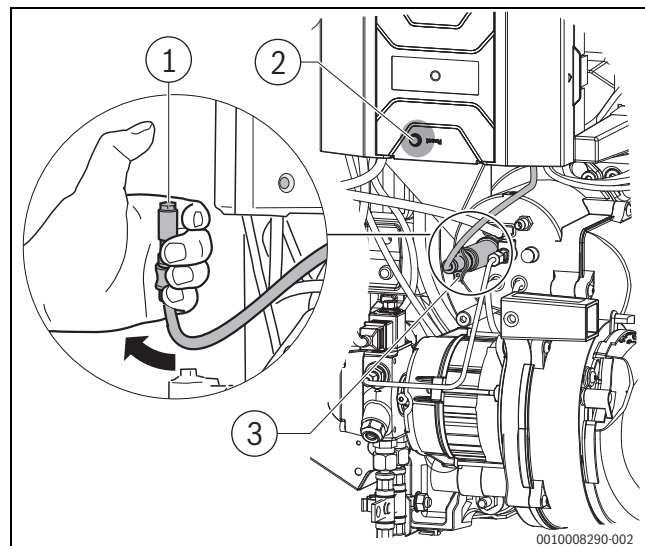

Bild 47 Flammenfühler auf Funktion prüfen
- Flammenfühler bei laufendem Brenner am vorgesehenen Griff aus der Halterung ziehen (→Bild 47, [3])
- Flammenfühler mit Daumen abdecken (→Bild 47, [1]). Es muss nach Wiederanlauf eine Störabschaltung erfolgen.
- Nach einer Wartezeit von ca. 30 Sekunden den Feuerungsautomat durch Drücken der Reset-Taste (→Bild 47, [2]) oder der Reset-Taste am Regelgerät entriegeln.